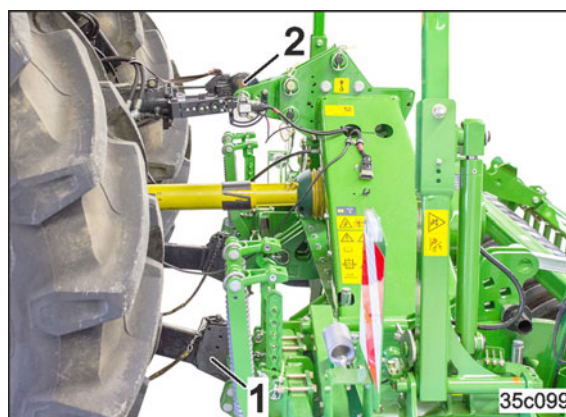

Fig. 86
14. Levantar con los brazos inferiores del tractor (Fig. 86/1) los puntos de articulación inferiores de la máquina. Los ganchos del brazo inferior se bloquean automáticamente.
15. Fijar el brazo superior del tractor (Fig. 86/2) a la máquina. El gancho del brazo superior se bloquea automáticamente.